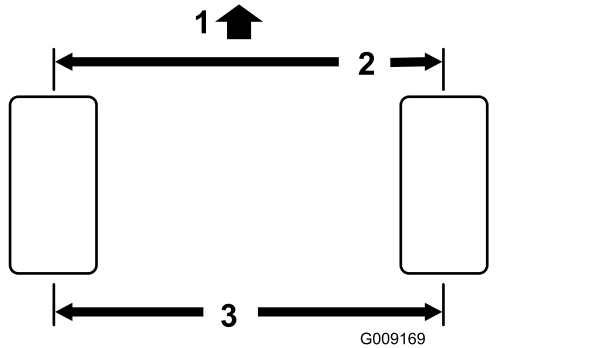

Figura 49
5. Meça a distância entre os pneus dianteiros à altura do eixo na zona dianteira e traseira dos pneus dianteiros (Figura 49).